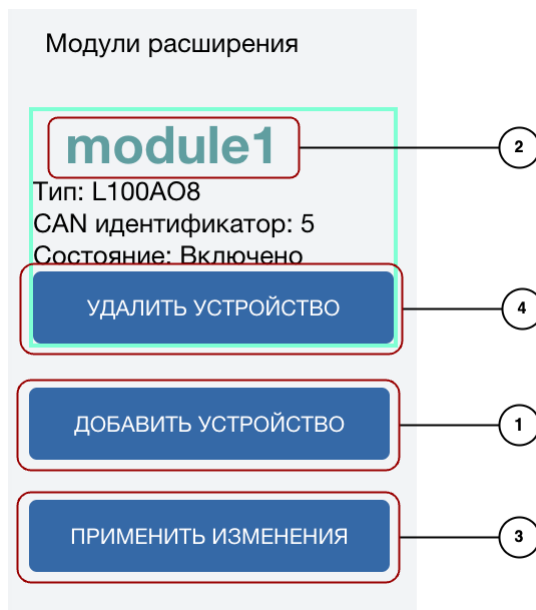

Рисунок 7 – Виджет исполнительного устройства
Для добавления нового модуля нажмите «Добавить устройство» (обозначение ① на Рисунок 7).
② Чтобы отредактировать модуль, нажмите на название устройства (элемент ② на Рисунок 7), например – модуль с четырьмя аналоговыми входами и выходами.